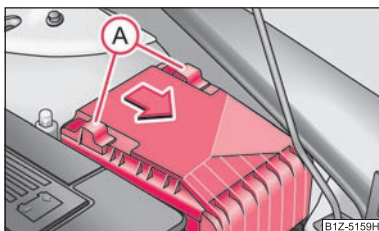

Fig. 144 Capacul cutiei de siguranțe din compartimentul motorului
- Deplasați mânerul de siguranță (A) ⇒ fig. 144 până la limită, în spatele mânerului de siguranță apare simbolul ⚠, scoateți capacul.